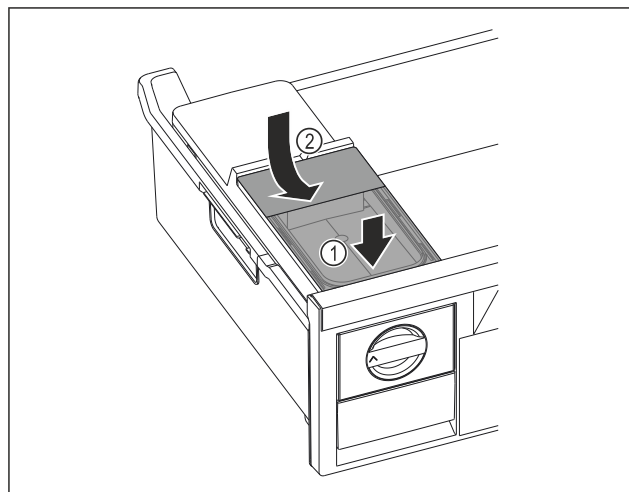

Fig. 82
- Sett fast fronten på vannbeholderen. Fig. 82 (1)
- Senk vannbeholderens bakdel. Fig. 82 (2)